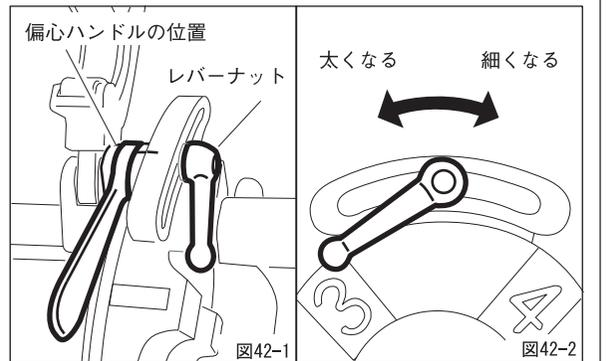
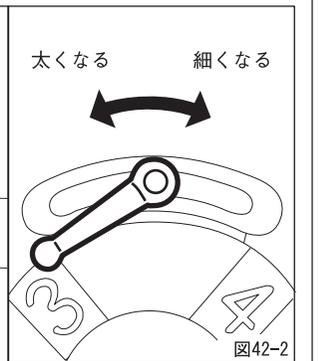

図42-1
図42-2
- ① ねじ切り寸法を合わせる時には、偏心ハンドルをかならず手前に倒してから、ダイヘッドのねじ切りサイズ寸法と偏心台の目盛りを合わせてください。(図42-1)
- ② レバーナットは手でしっかり締めるだけで充分です。ハンマー等で叩き締める必要はありません。
- ③ 太いめ、細いめのねじを切るには、偏心台の目盛りをサイズ目盛りの線より手前にずらして合わせると太く切れ、反対に向側にずらして合わせると細く切れます。(図42-2)